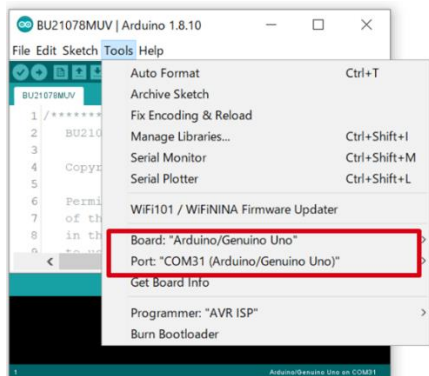

Figure 3. Board と COM Port の設定
1. メニューの[Tools]の Board 部分を”Arduino/Genuino Uno”, Port 部分を”COMxx(Arduino/Genuino Uno)”に変更 (Figure 3) 。COM Port の番号は環境によって異なります。